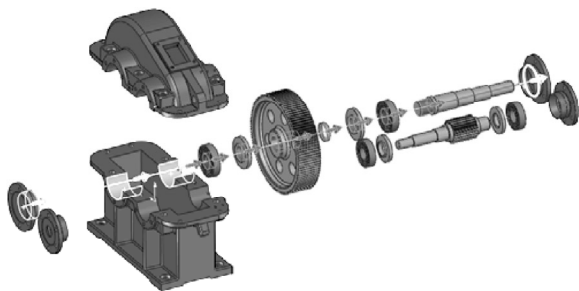

图 5-71 创建追踪线
STEP 10 单击“装配”工具栏中的“爆炸直线草图”按钮，依次选择一条轴线上零件的圆柱面，单击“确定”按钮，创建追踪线，如图 5-71 所示，然后通过相同操作创建另外两条步骤路线即可完成整个爆炸视图的创作。